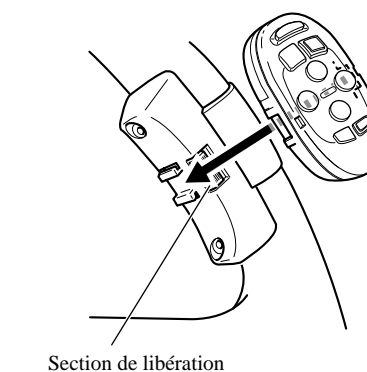

Fig. 18
4. Installer l'unité de télécommande dans le support. (Fig. 18)